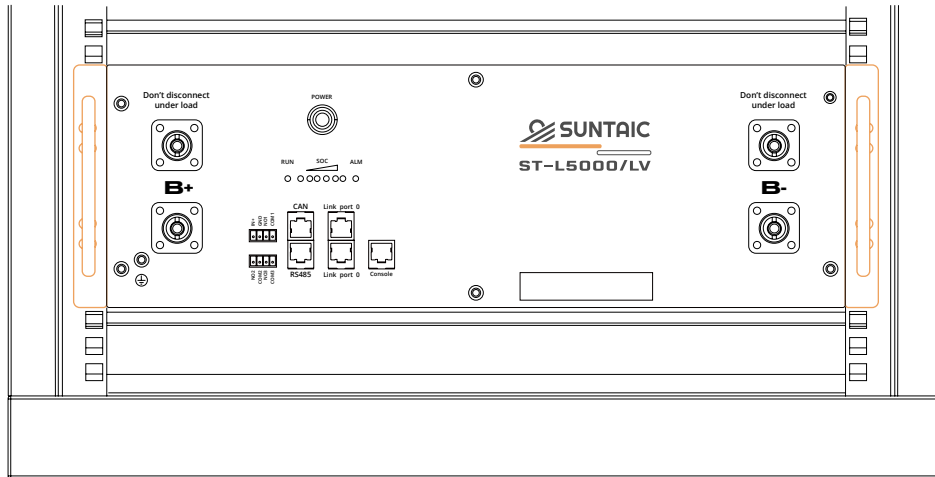

Fig. 1 Instalación del módulo
1.1 Como se muestra en la figura (Fig. 1), el módulo se coloca en el panel interior del armario.